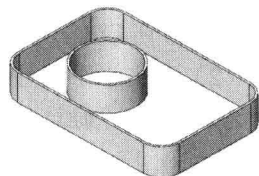

图 1-24 重建后的模型
- (8) 双击高度尺寸“90”，将其改为“30”后，按回车键（或单击“标准”工具栏中的“重建模型”按钮)，结果如图 1-24 所示。